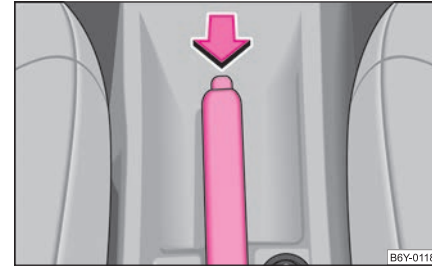

Fig. 93 Console centrale: Frein à main
- Tirez un peu le levier du frein à main vers le haut **et** enfoncez **simultanément** le bouton de verrouillage ⇒ fig. 93.